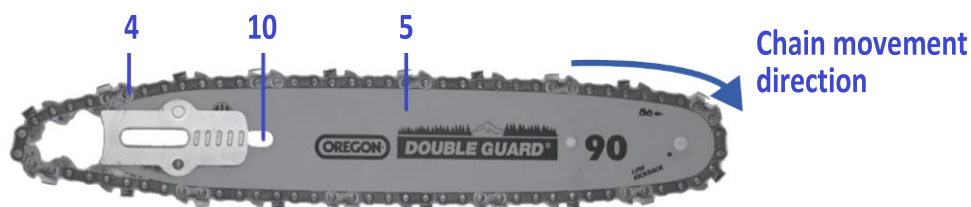

Fig. 2a
- Girare la rotella di bloccaggio della barra (9) in senso antiorario per rimuovere il coperchio della ruota dentata.
- Posizionare una nuova catena (4) sulla barra di guida (5), lungo la scanalatura superiore della barra di guida e avvolgerla attorno al naso della barra di guida. Assicurarsi che i bordi taglienti della catena siano nella direzione corretta. Posizionare la catena in modo che i bordi taglienti sulla parte superiore della barra di guida siano rivolti verso il naso della barra di guida. Fare riferimento alla Fig. 2a.